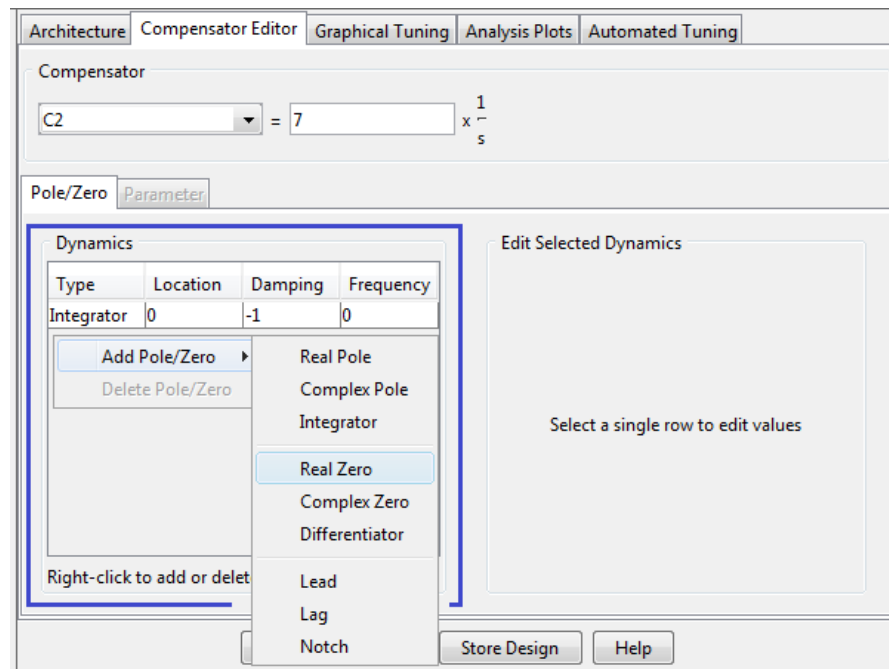

Figura 83. Inserción cero real Posición y Velocidad.
- Inserte un Cero Real en el sistema haciendo click derecho sobre recuadro *Dynamics* de color azul de la Figura 83, escoger Add-Pole/Zero y luego en Real Zero.